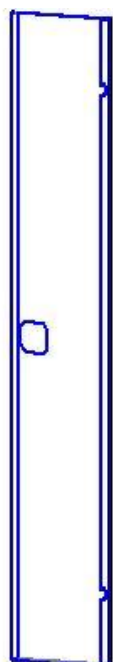

Рис. 2
4.1 Комплект поставки шкафа сушильного представлен в таблице 2 и на рис. 2÷22.